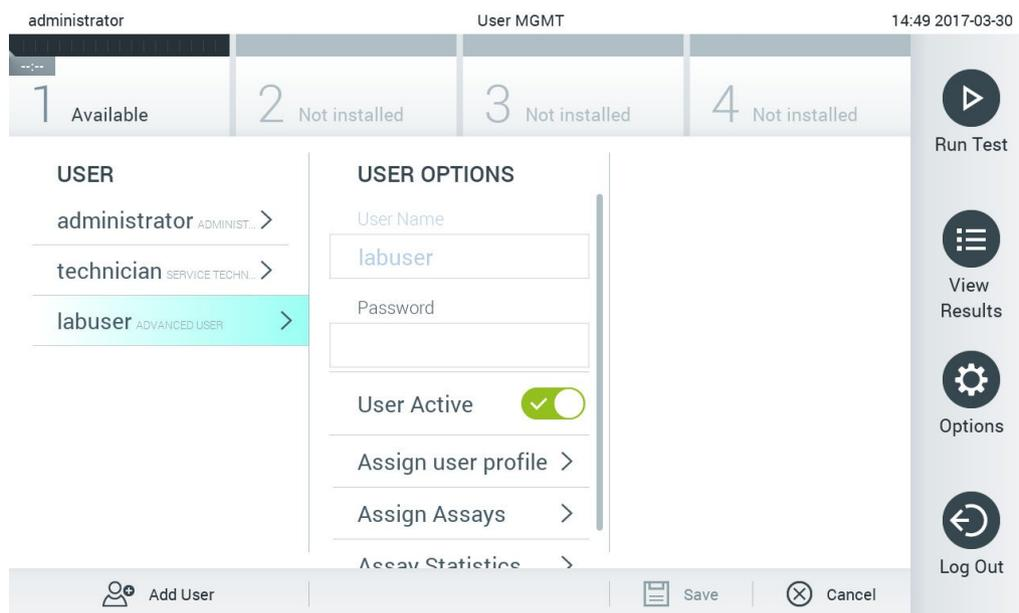

図 53. ユーザーの選択と管理。
2. コンテンツエリアの左列のリストから、管理するユーザーを選択します（図 53）。